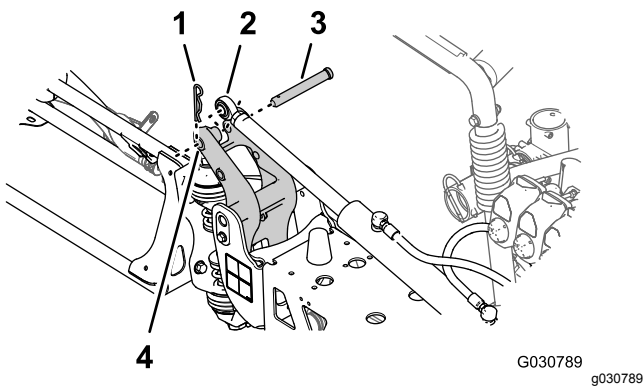

図 123
6. 昇降シリンダのロッドの先端を、ピボットフィッティングのホーンツノの穴25mmに合わせる 図 123。
7. 昇降シリンダをピボットフィッティングに固定するクレビスピンとヘアピン 図 123 ステップ 2 昇降シリンダを取り外す (ページ 23)で外したものを使用する。